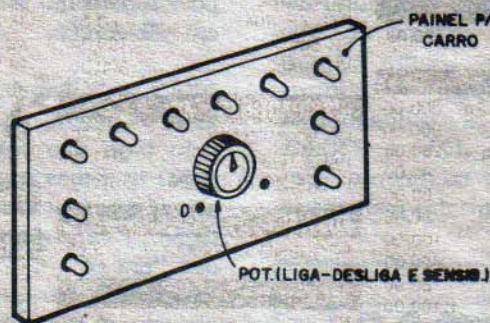

Fig.6
- **FIG. 6** - Sugestão para uso da LURIT-10 em carro. Usando um "espelho" plástico tipo "tapa-buraco", específico para carro (encontrável em casas especializadas em som de veículos...) o Leitor/Hobbysta poderá dar um acabamento automotivo elegante e prático para a LURIT-10! Normalmente, tais painéis são "cegos" (sem furos), porém o material plástico é de fácil usinagem, podendo ser furado até com a ponta do ferro de soldar (dando-se um acabamento posterior aos furos, com uma lima redonda ou qualquer outra ferramenta simples...). O potenciômetro pode ser instalado em posição central, enquanto que o conjunto de 10 LEDs pode ser distribuído de acordo com o gosto de cada um (a configuração mostrada é apenas **uma** das possibilidades). No caso de um arranjo **estéreo** (com **dois** LURITs...) uma das "barras" de 10 LEDs pode ficar acima do potenciômetro, e a outra em baixo, eventualmente até usando-se LEDs vermelhos em uma delas e verdes em outra, para destacar a separação visual dos canais e seus efeitos rítmicos...